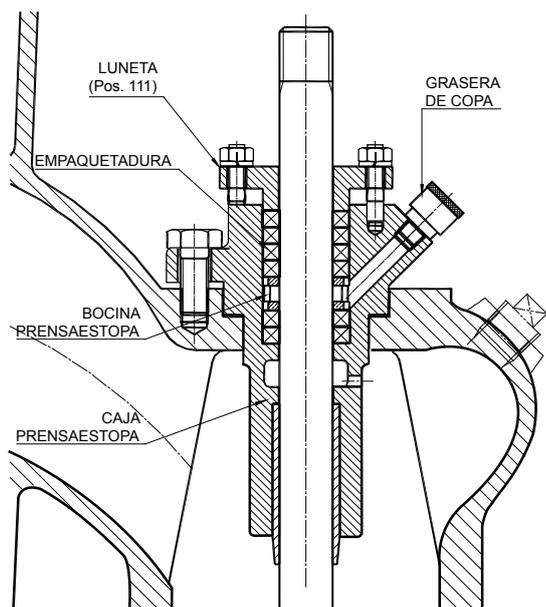

Fig. 14. Configuración bombas de baja presión
7.1 Bombas de baja presión (Fig. 14)